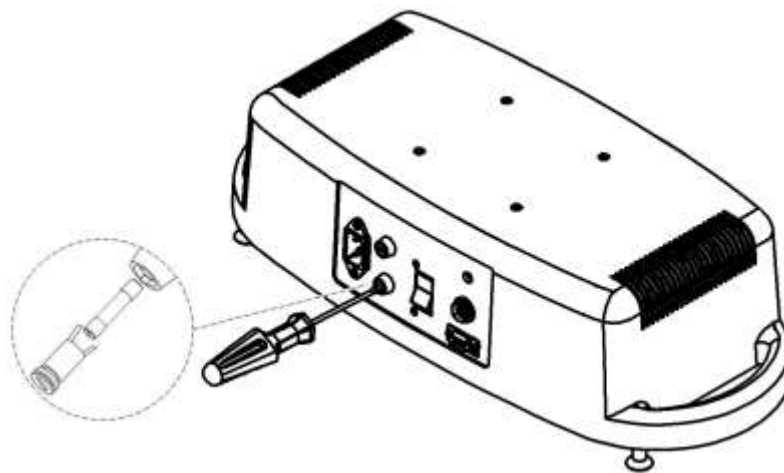

Figura 191 – Fusíveis – 2A Tipo F – 20 AG
- Insira uma chave de fenda no rasgo do porta fusível e gire para esquerda, até destravar a tampa, conforme figura 191.